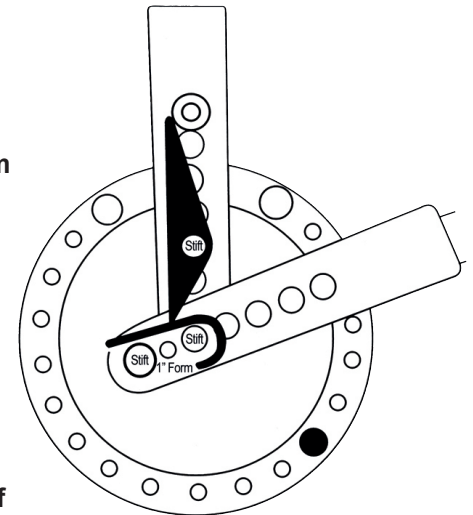

Bild 25
2. Biegen (Bild 25): Lassen Sie das Stück so weit wie möglich nach links gegen den Mittelstift gleiten. Stecken Sie den Stopstift in das sechste Loch und drehen Sie im Uhrzeigersinn. Biegen Sie, bis der Griff ca. 1/8" von Stopstift entfernt befindet.